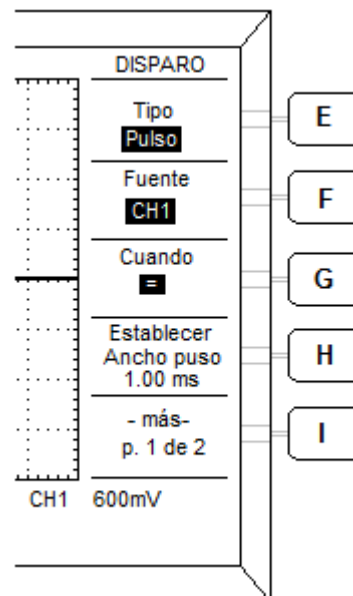

Figura No. 3
M) Tecla "TRIG MENU" para visualizar las opciones de "disparo" del pulso de sincronía y lograr una gráfica estable, sin deslizamientos laterales en la pantalla, Figura No.3.